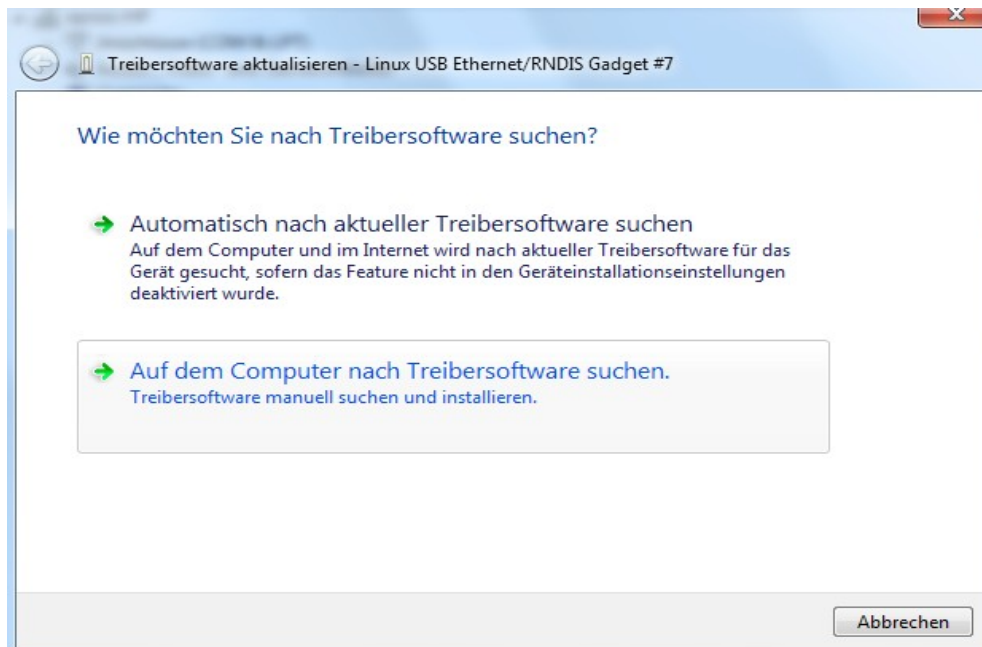

Abbildung 7: Auf dem Computer nach Software suchen
4. Klicken Sie auf: "Auf dem Computer nach Treibersoftware suchen" (siehe Abbildung 7)